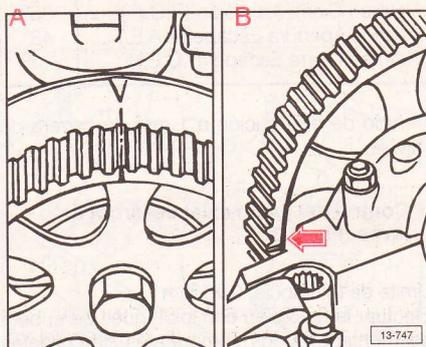

Fig. 4.38
La marca del piñón del árbol de levas debe coincidir con la flecha situada en la tapa de la culata (A) (Fig. 4.38).
La marca del piñón del árbol de levas debe coincidir con la de la culata (B) (Fig. 4.38).